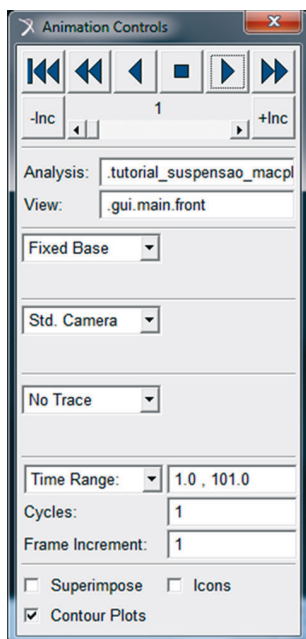

Figura 4.126 – Definição dos parâmetros de animação.
- Na janela *Animation Controls*, preencha os campos, conforme ilustrado na Figura 4.126. O usuário pode definir os parâmetros de animação de acordo com sua preferência, ou seja, permitindo uma animação lenta ou rápida. Segue, como sugestão, os parâmetros descritos na Figura 4.126.